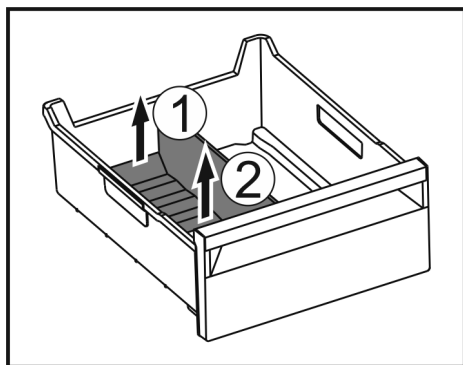

Fig. 218
► Ngrini lart pjesën e pasme të ndarësit të sirtarit të akullit. Fig. 218 (1)
► Hiqeni ndarësin e sirtarit të akullit nga lart. Fig. 218 (2)